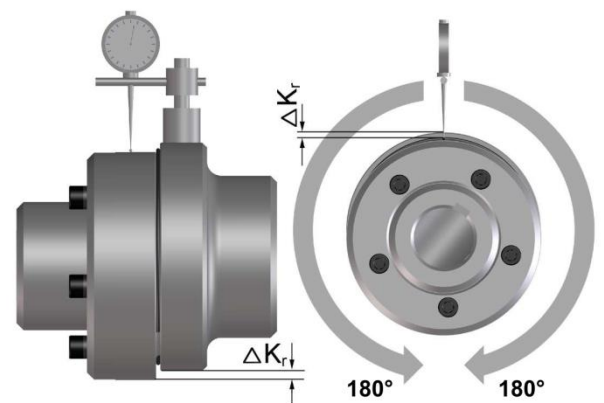

图 13
- ❑ 校正一整圈旋转角度 (360°)。确定最大偏差 ΔK_{r1} 以及最小偏差 ΔK_{r2} (图 13)。计算径向偏差 $\Delta K_r = 0.5 \times (\Delta K_{r1} - \Delta K_{r2})$ 。